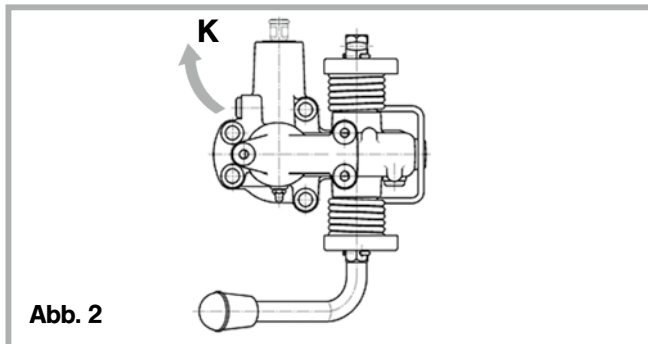

Abb. 2
Die Anhängerkupplung muss eine entsprechend vorbereitete Schnittstelle zur nachträglichen Montage einer Fernanzeige bzw. eines Sensors (**S1**) aufweisen. Siehe Abb. 2 + 4.
- die Kunststoffabdeckung (K) an der Schnittstelle zur 1. Sicherung entfernen (s. Abb. 2).